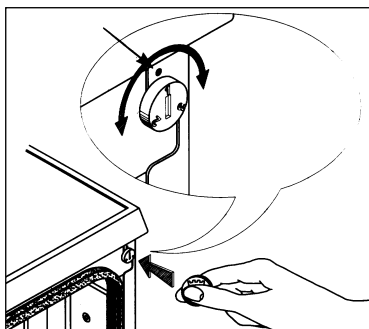

Abb. 4a
- Im manchen Modellen befindet sich diese oben an der rechten Seite (Abb. 4a);